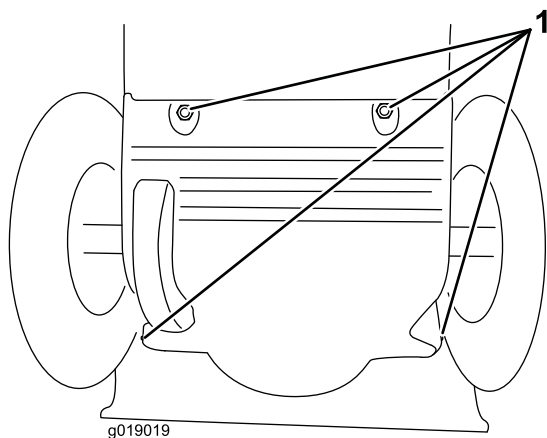

Figure 46
3. Retirez le couvercle arrière (Figure 46).